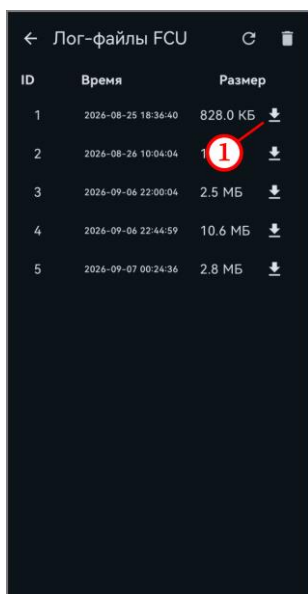

Рисунок 58
- нажать на кнопку  напротив требуемого лог-файла (рисунок 58, шаг 1);